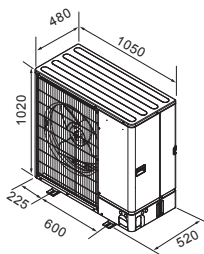

Fig. 2-3
2.3. Kontūrų matmenys (išorinis įrenginys) (Fig. 2-3)